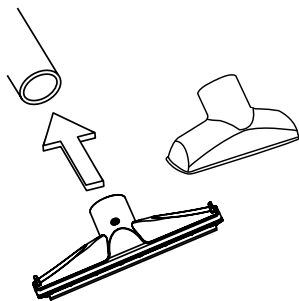

Fig. 3
9. Elija el accesorio deseado 17 18 y/o varas de extensión 16 e insértelo en el extremo de la manguera 15. **Fig. 3.**